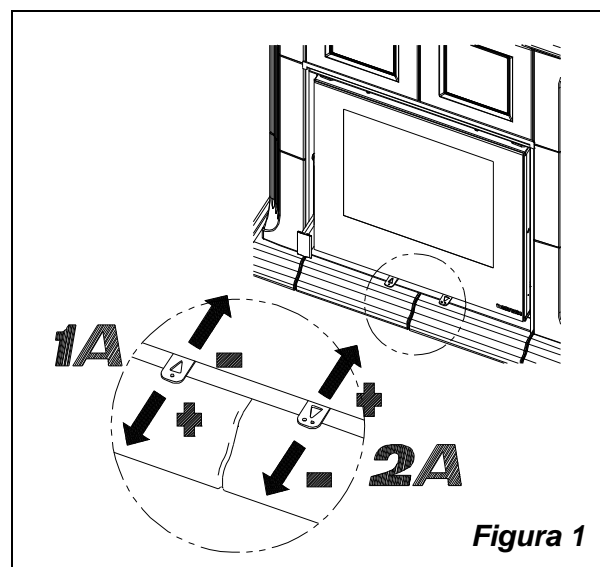

Figura 1
Sotto la porta del focolare a **sinistra** si trova la leva di comando del registro aria primaria (Figura 1 pos.1A). Con questo registro regola il passaggio dell'aria che entra nella parte bassa della stufa e attraverso opportuni canali è convogliato in direzione del combustibile. L'aria primaria è necessaria per il processo di combustione in fase di accensione. Il cassetto cenere deve essere svuotato regolarmente in modo che la cenere non possa ostacolare l'entrata dell'aria primaria.
Sotto la porta del focolare a **destra** si trova la leva dell'aria secondaria (Figura 1 pos.2A).
Quando la leva è tutta inserita, il passaggio dell'aria è tutto aperto (Figura 1 pos.2A).